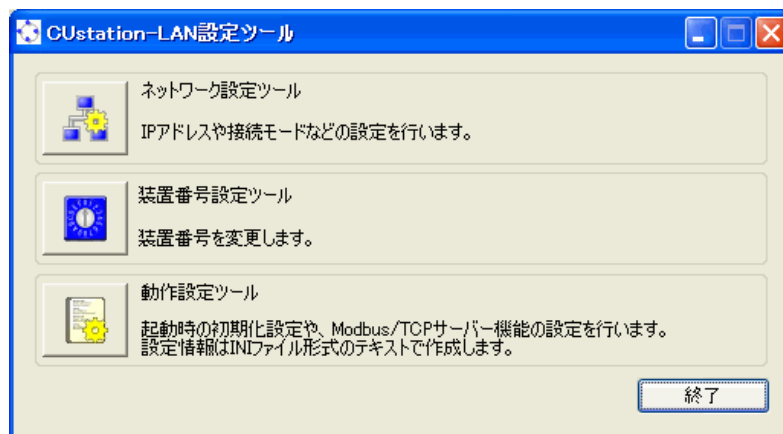
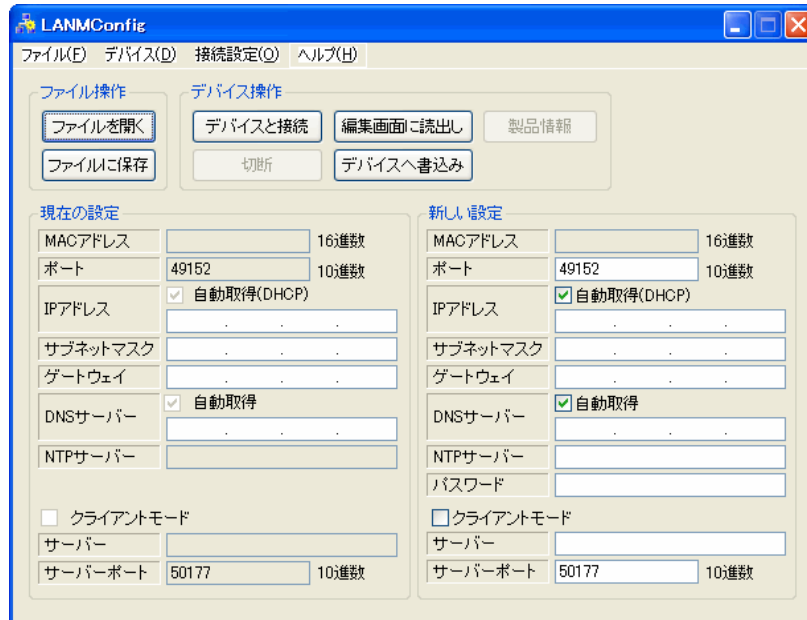
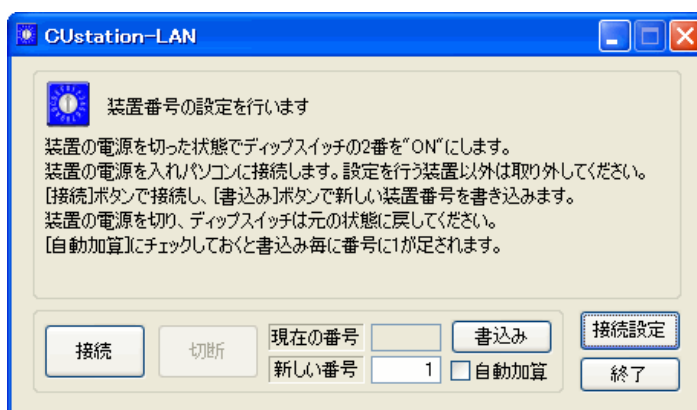
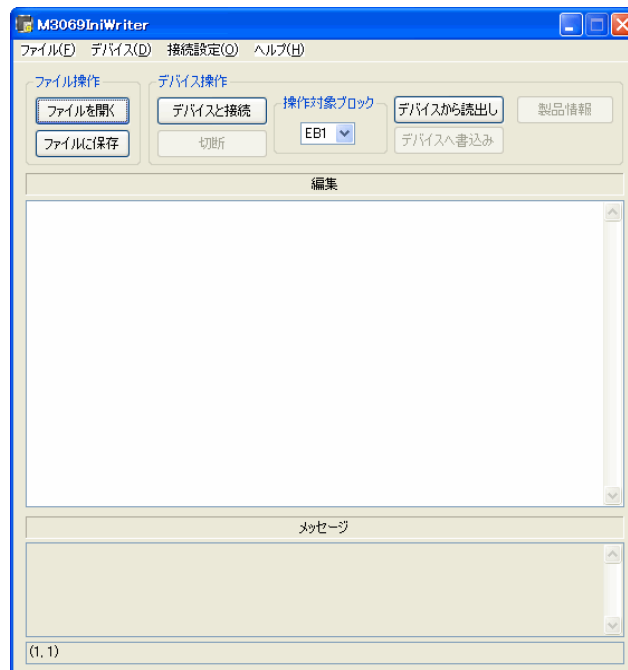

図 3 CUstation-LAN 設定ツールのメニュー画面
図 4 ネットワーク設定ツール
図 5 装置番号設定ツール
図 6 動作設定ツール
製品の IP アドレスやパソコンとの接続設定を行います。図 3 の画面から[ネットワーク設定ツール]のボタンを押してください。図 4 のような画面が表示されます。表 7 は各設定項目の説明です。
- ① 図 3 の画面から[装置番号設定ツール]のボタンを押してください。図 5 のような画面が表示されます。
- ② 番号を設定する製品のディップスイッチの 2 番を”ON”にしてパソコンまたはネットワークに接続します。
- ③ [新しい番号]に 1～65535 の範囲の数値を入力します。
- ④ [自動加算]にチェックを入れておくと、書込み毎に番号がインクリメントされます。
- ⑤ [書込み]ボタンを押すと入力した装置番号が製品に設定されます。付属のライブラリ関数からは入力した番号を指定することで、操作する製品を指定することができますようになります。
- ⑥ 続けて次に説明する動作設定を行うことが可能です。設定作業を終了するには、一旦、製品の電源を切り、ディップスイッチの 2 番を”OFF”に戻してください。番号の書換えは 3200 回まで可能です。
- ① 図 3 の画面から[動作設定ツール]のボタンを押してください。図 6 の画面が表示されます。
- ② 編集画面に設定内容を入力します。
- ③ 設定する製品のディップスイッチの 2 番を”ON”にしてパソコンまたはネットワークに接続します。
- ④ [デバイスと接続]ボタンを押して製品と接続します。接続に失敗する場合はオンラインヘルプを参照してください。
- ⑤ [操作対象ブロック]は"EB1"を選択してください。
- ⑥ [デバイスへ書込み]ボタンを押して設定を書き込みます。
- ⑦ 一旦、製品の電源を切り、ディップスイッチの 2 番を”OFF”に戻してください。